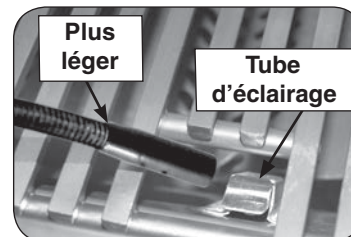

Fig. 24-2 Éclairage manuel via un tube d'éclairage
2. Passez un allumeur brûlant de butane de long-baril ou une allumette brûlante de long-tige dans la grille à cuire s'ouvrant au dessus du tube d'éclairage. (Fig. 24-2). Pour les brûleurs de dos ou les brûleurs infrarouges, maintenez la flamme contre la surface du brûleur de brûleurs arrière / infrarouge. Pour les favoris, maintenez la flamme contre le brûleur.